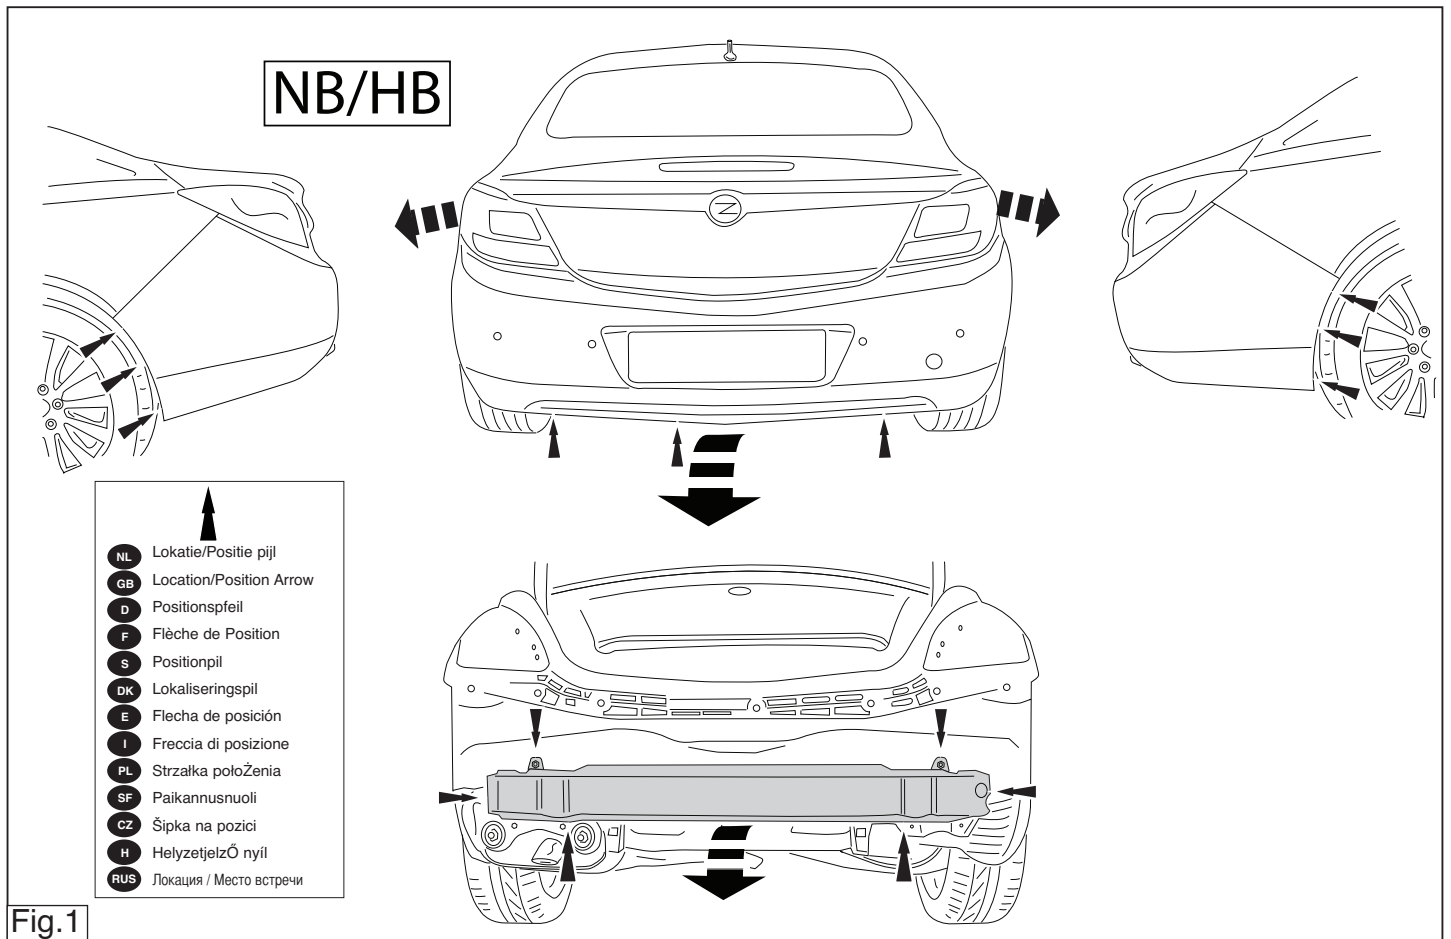

Fig.1
2. Remove the bumper and the steel buffer beam from the vehicle. The buffer beam will no longer be needed. See figure 1 + 1a.
2. Die Stoßstange einschließlich des stählernen Stoßbalkens vom Fahrzeug abmontieren. Der Stoßbalken wird nicht mehr benötigt. Siehe Abbildung 1 + 1a.
2. Déposer le pare-chocs du véhicule y compris la traverse en acier la traverse ne sera plus utilisée. Voir la figure 1 + 1a.
- Снять бампер вместе со стальным буферным брусом автомобиля буферный брус больше не понадобится. См. рисунок 1 + 1a.
- Demonter kofangeren, inklusive køretøjets stålstødbjelke. Denne bliver overflødig. Se fig. 1 + 1a.